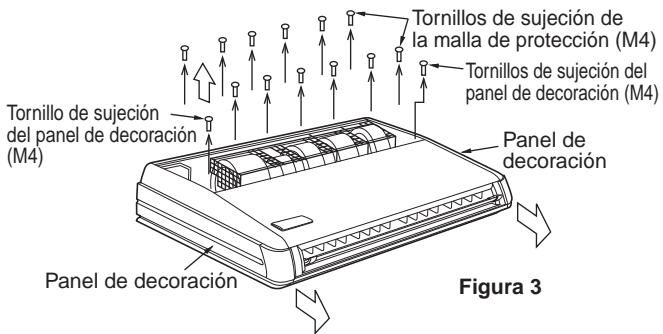

Figura 3
- Después de retirar los tornillos de sujeción de los paneles de decoración (uno por cada uno), jalelos hacia adelante (en la dirección de la flecha) y retírelos. (Vea la Figura 3)
- Quite los tornillos afianzando para el precio neto de protección. (Vea la Figura 3)